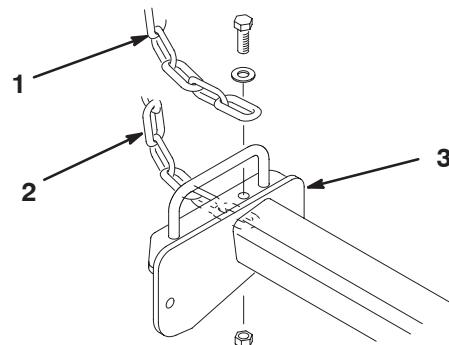

Figure 9
3. Fixez la chaîne de basculement en haut des bâts porteurs des plateaux de coupe de 27 pouces et en bas des bâts porteurs des plateaux de coupe de 32 pouces à l'aide d'une vis d'assemblage, d'une rondelle et d'un contre-écrou (Fig. 9).